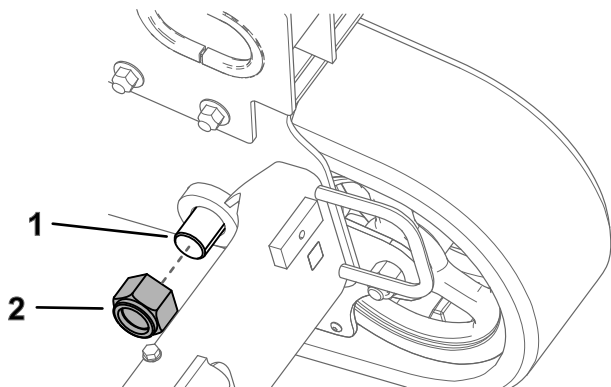

Bild 5
5. Entfernen Sie die Mutter von dem in Bild 5 dargestellten Kettenbolzen.